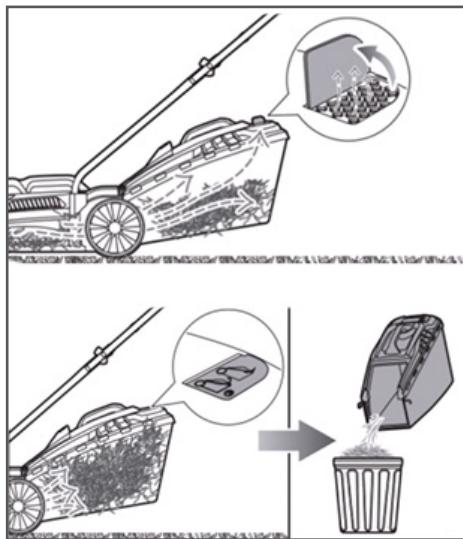

**Рис. 8 Схема перпендикулярного кошения**
- При кошении в тяжелых условиях (п.3,4) рекомендуется проводить повторный покос с меньшей высотой скашивания. На Рис. 8 представлена схема движения газонокосилки при выбросе травы в травосборник.